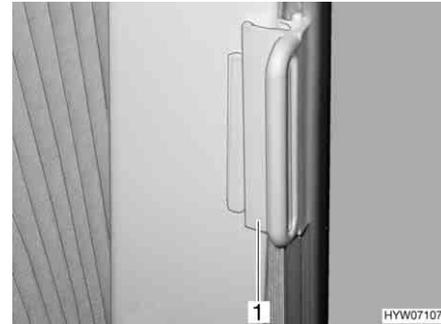

Fig. 39 Dispositivo di bloccaggio per la tendina oscurante pieghevole
**Bloccaggio:** ■ Spingere l'impugnatura (Fig. 39,1) fino al soprizzo. La tendina oscurante pieghevole è ora bloccata.